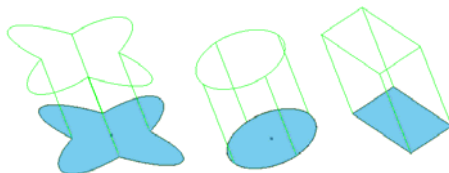
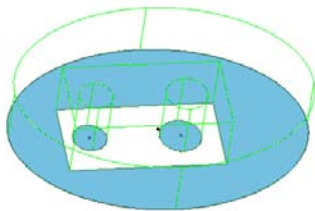

图 3-6 选择多个截面轮廓
图 3-7 选择嵌套的截面轮廓
- (1) 可选择单个截面轮廓, 系统会自动选择该截面轮廓。
- (2) 可选择多个截面轮廓, 如图 3-6 所示。
(3) 要取消某个截面轮廓的选择, 按下 Ctrl 键, 然后单击要取消的截面轮廓即可。
(4) 可选择嵌套的截面轮廓, 如图 3-7 所示。